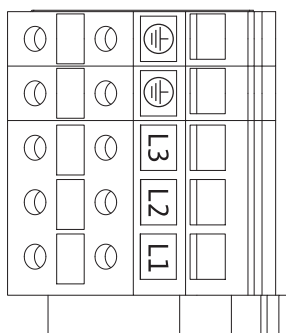

Fig. 25 : Bornes de puissance
- Bornes de puissance (bornes de raccordement réseau) (Fig. 25)